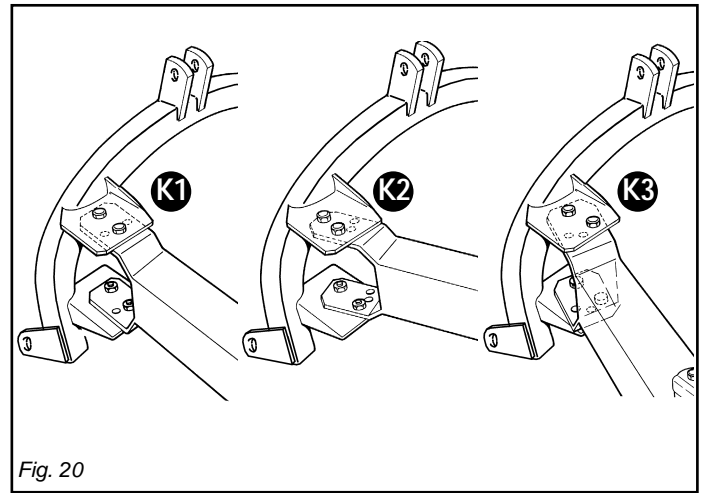

Fig. 20
- aplicación con tractor usado normalmente para la siega (K1, Fig. 20);
- aplicación con tractor grande (K2, Fig. 20);
- aplicación con tractor pequeño o bien con modelos sobre orugas (K3, Fig. 20).